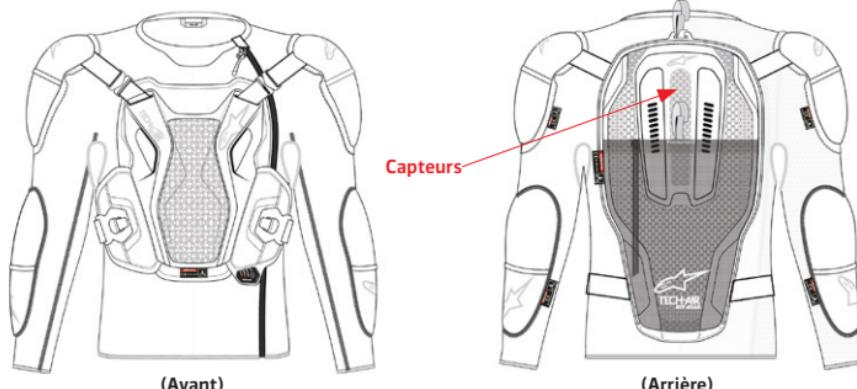

Figure 1 - Emplacement du capteur
The System consists of an Airbag Control Unit (8) (with built-in sensors) integrated into a Le système se compose d'une unité de contrôle d'airbag (8) (avec des capteurs intégrés) intégrée dans un ensemble de protecteurs (figure 1). Le groupe de capteurs de l'unité de contrôle de l'airbag (8) se compose d'un accéléromètre triaxial et d'un gyroscope triaxial placés à l'intérieur du protecteur dorsal (11). Ces capteurs surveillent le corps de l'utilisateur pour détecter les chocs ou les mouvements inattendus. Si le corps de l'utilisateur est soumis à une quantité d'énergie élevée et/ou soudaine, le système se déploie. Cela peut se produire lorsque la moto est impliquée dans un accident, par exemple lorsqu'elle entre en collision avec un autre véhicule ou un objet, lorsque le conducteur perd le contrôle ou tombe de la moto.